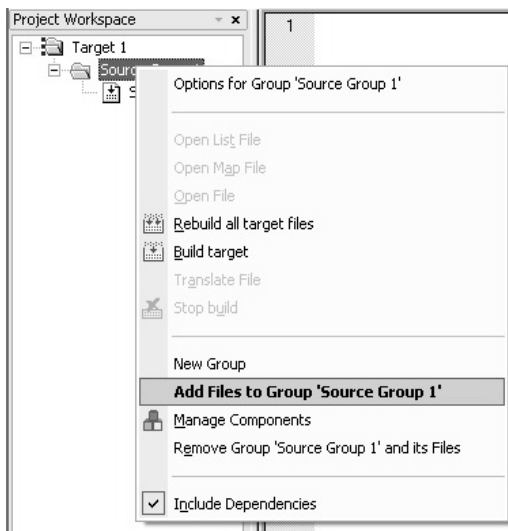

Рис.9. Добавление файлов к проекту
7. Для того чтобы программа смогла откомпилировать данный файл, необходимо его добавить к проекту. Для этого необходимо в окне Project Workspace выделить папку с названием “Source Group 1” (рис. 9), нажать на правую клавишу мышки и в появившемся меню выбрать Add Files to Group “Source Group 1”